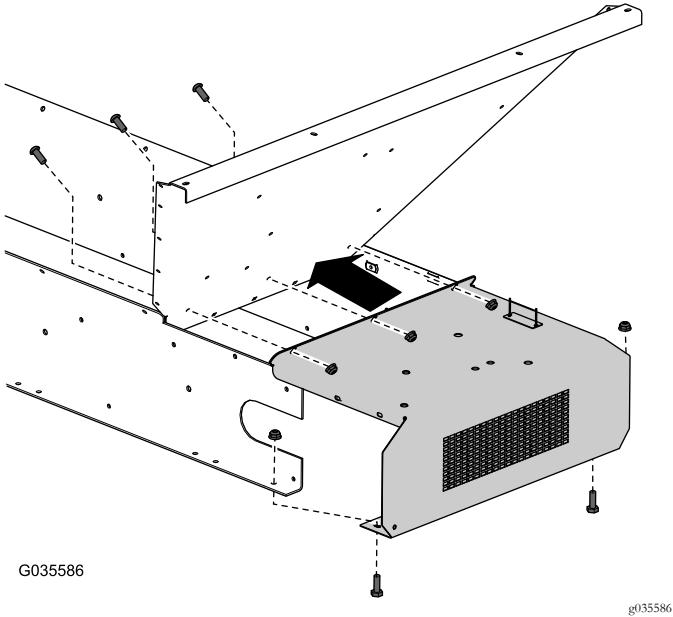

Bild 9
8. Montieren Sie neue Spülschutzvorrichtung (Bild 9).